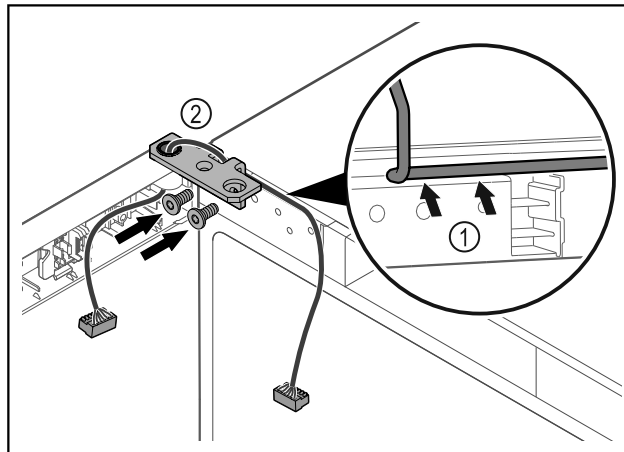

Fig. 39
- ▷ Før kabelen forsiktig gjennom åpningen i hengselvinkelen, og legg den omhyggelig på plass Fig. 39 (1).
- ▷ Skru på hengselvinkelen Fig. 39 (2).